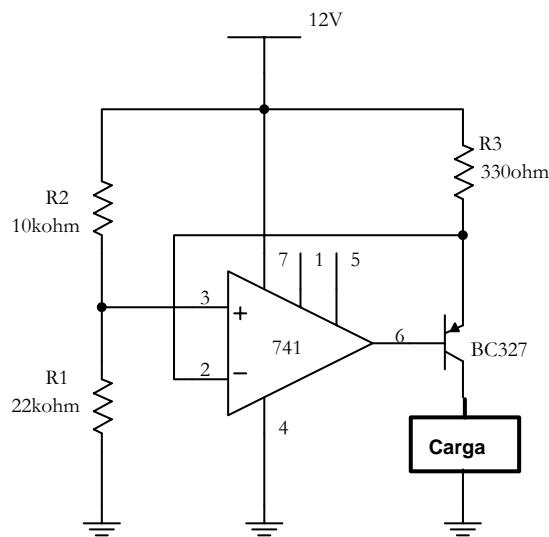

Figura 5
3.1. Armar el circuito de la Figura 5.